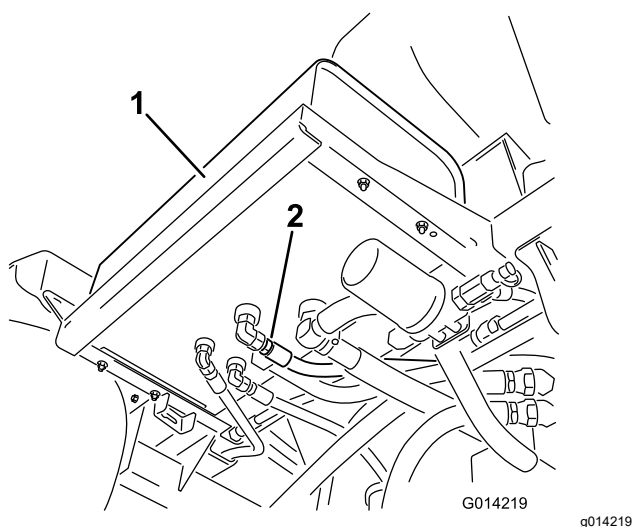

Figura 99
2. Limpie la zona alrededor del acoplamiento de uno de los manguitos hidráulicos, en la parte inferior del depósito de fluido hidráulico (Figura 99).
4. Retire el acoplamiento de manguera del depósito y deje fluir el fluido al recipiente (Figura 99).